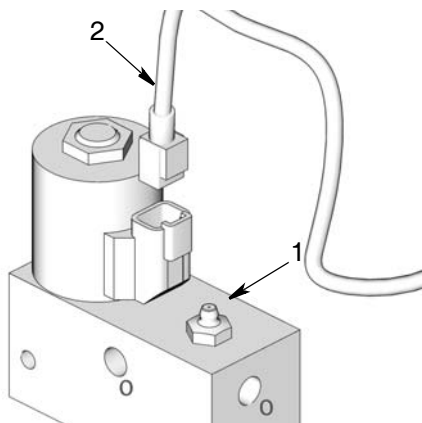

FIG. 4
- Conecte el conector del cable (2) a la válvula solenoide (1) (FIG. 4).